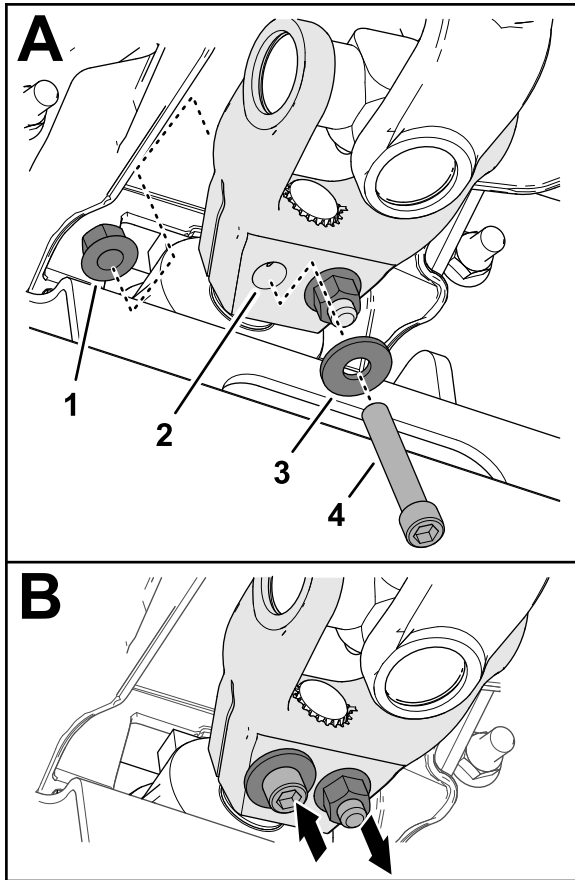

Bild 17
6. Montieren Sie eine Innensechskantschraube ($\frac{3}{8}$ " x $2\frac{1}{4}$ ") durch eine Unterlegscheibe ($\frac{3}{8}$ ") und die Bohrung in der Antriebswellengabel (Bild 17), und sichern Sie die Innensechskantschraube mit einer Sicherungsbundmutter ($\frac{3}{8}$ ").
7. Montieren Sie eine Innensechskantschraube ($\frac{3}{8}$ " x $2\frac{1}{4}$ ") durch eine Unterlegscheibe ($\frac{3}{8}$ ") und die Bohrung in der Antriebswellengabel von der entgegengesetzten Richtung (Bild 17), und sichern Sie die Innensechskantschraube mit einer Sicherungsbundmutter ($\frac{3}{8}$ ").